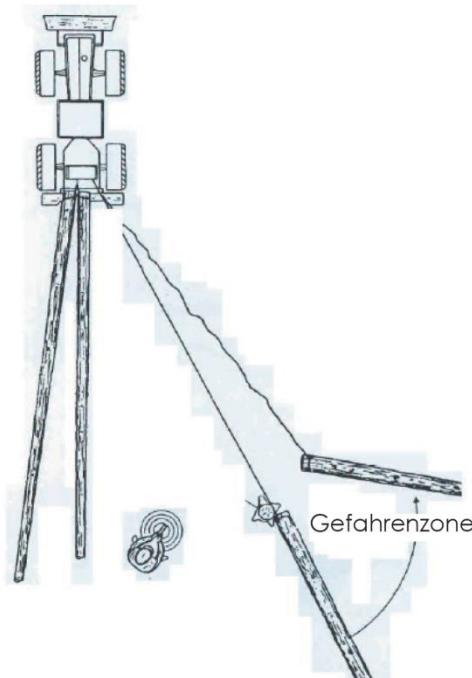

Bild 6
34. Die Winde darf nur von einem sicheren Standplatz aus bedient werden, so dass der Windenführer nicht durch das Gerät selbst, die Last, das Seil oder die Anschlagmittel gefährdet wird. Ein sicherer Standplatz ist der Fahrersitz, wenn die Winde ein ausreichend bemessenes Schutzgitter besitzt. Bei Bedienung der Winde außerhalb des Fahrersitzes muss für den Windenführer ein entsprechender Schutz gewährleistet sein, z. B. durch den Schlepper selbst, durch einen sicheren Standort in ausreichendem Abstand vom Schlepper, beispielsweise hinter einem Baum. Langholz kann seitlich neben dem Seilanschlag, Holzabschnitte können hinter der Last begleitet werden (Bild 6).